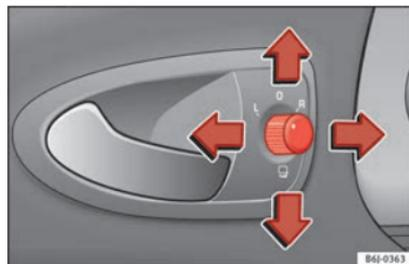

Fig. 139 Comando dos retrovisores exteriores.
1. Rodar o botão giratório » » » Fig. 139 para a posição **L (espelho retrovisor esquerdo)**.
- Rodar o comando » » Fig. 139 até à posição  para rebater os retrovisores exteriores. Para evitar danos no veículo, deve recolher os retrovisores exteriores sempre que o veículo entre numa lavagem automática.